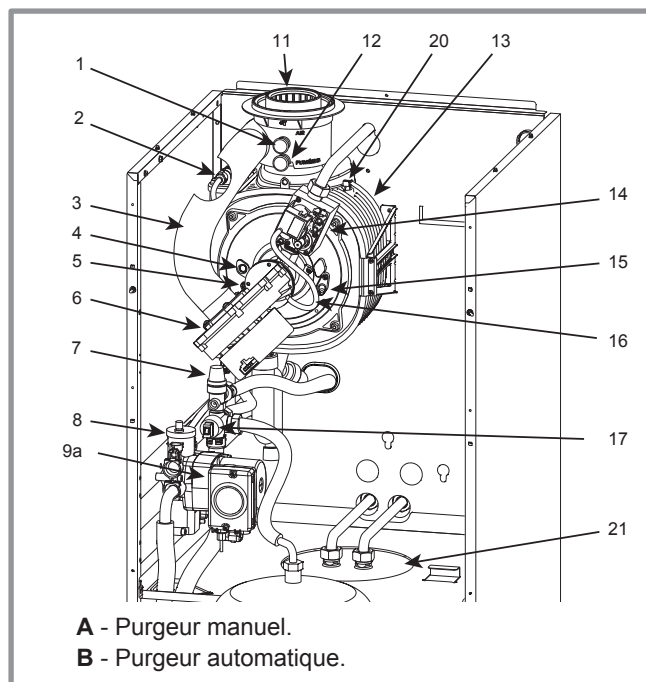

figure 35 - Purgeurs (ex. perfinox condens duo)
- **9** - Fermer les vannes d'isolement départ et retour de la chaudière et ouvrir le purgeur automatique (rep. **B**, *figure 35*).
(purgeur manuel, rep. A, *figure 35*).
(purgeur automatique, rep. B, *figure 35*).